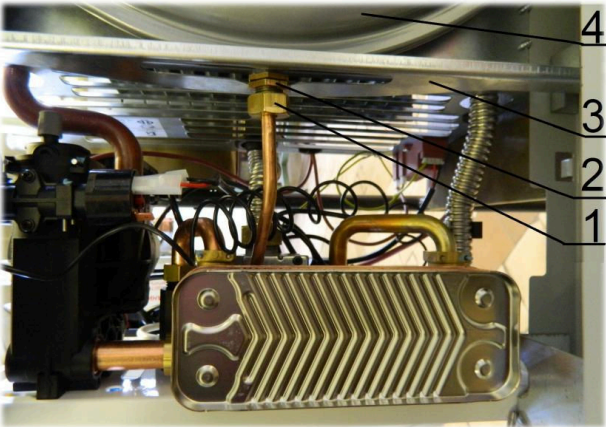

Рис. 29. Демонтаж трубы расширительного бака
- 3) ключом на 22 отвернуть гайку 1 (см. Рис. 29) трубы расширительного бака 4;